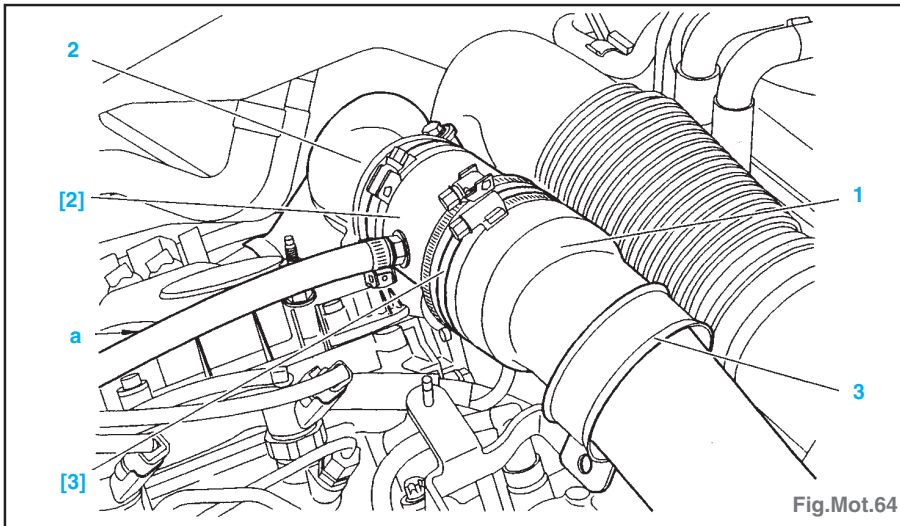

Fig.Mot.64
- Déposer la fixation (3), interposer l'outil [2] avec le [3] entre le tube (1) et le conduit (2) (Fig.Mot.64).